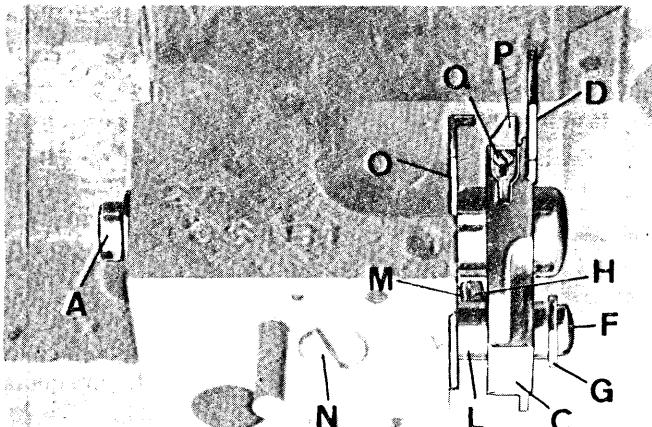

fig.10
7. Montaggio del coltello inferiore (fig. 10).